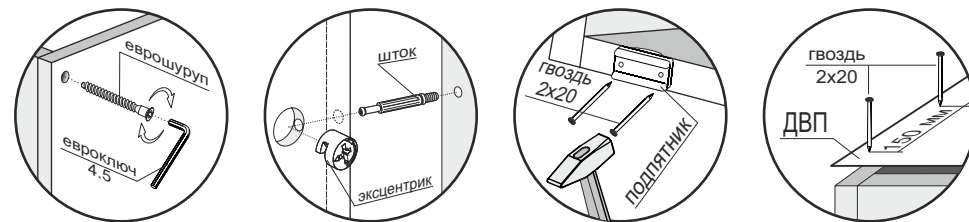

Рис.1
3. К боковинам (1) монтировать направляющие шурупами 3,5x16 по наметкам (рис.1).
4. Соединить боковины (1) и стяжки (6) с помощью шкантов (отверстия $\varnothing 5$ ближе к краю). Затем стянуть боковины (1), стяжки (3,4,5,6,7) и цоколи (7) еврошурупами (рис.1).
5. Перевернуть изделие лицевой частью вниз и замерить диагонали секции (они должны быть равны: ± 2 мм). Прибить гвоздями 2x20 к боковинам (1) подпятники и ДВП (11) к задней стенке стола (рис.1).
8. К собранному изделию монтировать крышу (2) с помощью эксцентриков (рис.1).